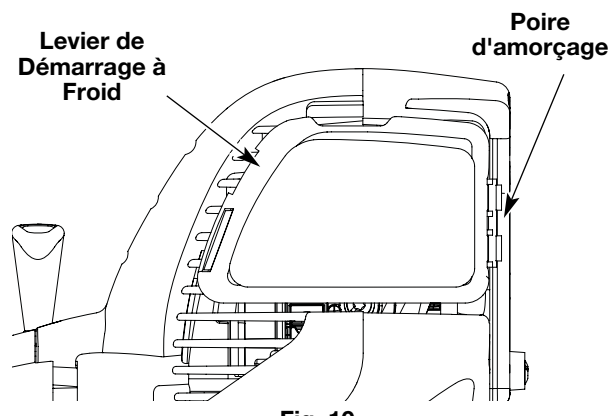

Fig. 10
- Placez le bec du récipient d'essence dans l'orifice du réservoir (Fig. 10) et remplissez celui-ci.
3. Pressez et relâchez la poire d'amorçage à 10 reprises, lentement. Une certaine quantité de **carburant devrait être visible dans la poire d'amorçage** et les conduites de carburant (Fig. 10). Si vous n'apercevez pas de carburant dans la poire, pressez et relâchez la poire autant de fois que nécessaire jusqu'à ce que vous aperceviez du carburant dans cette dernière.